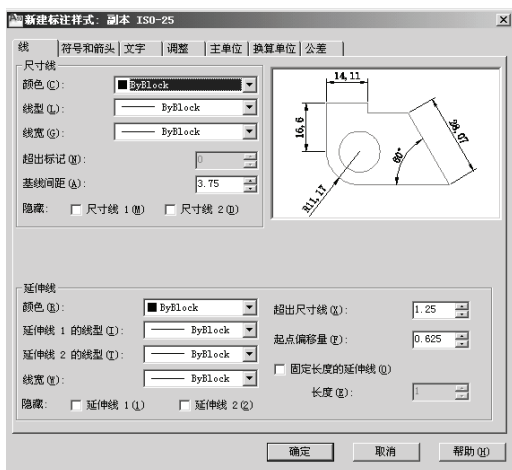

图 8-5 “新建标注样式”对话框
单击如图 8-4 所示“创建新标注样式”对话框中的“继续”按钮，将弹出图 8-5 所示的“新建标注样式”对话框。
(6) **修改** 按钮：修改选择的标注样式。单击该按钮后，将弹出类似图 8-5 但标题为“修改标注样式”对话框。
(7) **替代** 按钮：为当前标注样式定义“替代标注样式”。在特殊的场合需要对某个细小的地方进行修改，而又不想创建一种新的样式，可以为该标注定义一替代样式。单击该按钮后，将弹出类似图 8-5 但是标题为“替代当前样式”的对话框。
线是尺寸中的重要组成部分，对它的设置可以在“线”选项卡中进行。“线”选项卡如前文图 8-5 所示。